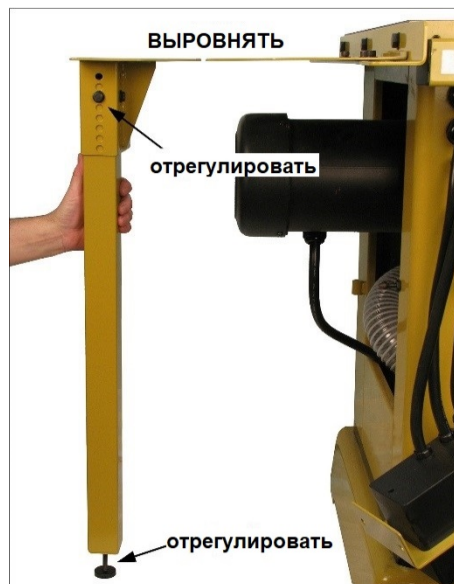

Рисунок 7-4
- Поставьте правую ножку с кронштейном на пол и поднимите кронштейн до уровня установочной пластины, чтобы установить начальную высоту. См. рисунок 7-4. Переместите винт в кронштейне ножки в другое отверстие и / или подкрутите регулируемую опору так, чтобы поверхности кронштейна и установочной пластины оказались на одном уровне.